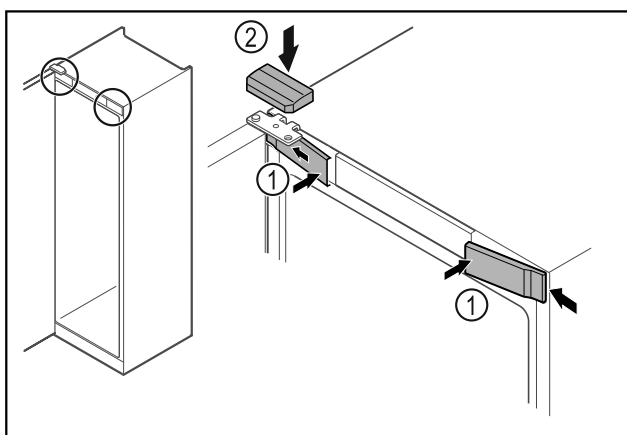

Fig. 49 *
- Vordere Abdeckungen Fig. 49 (1) seitlich einhaken und aufrasten.*
- Obere Abdeckung Fig. 49 (2) von oben aufrasten.*